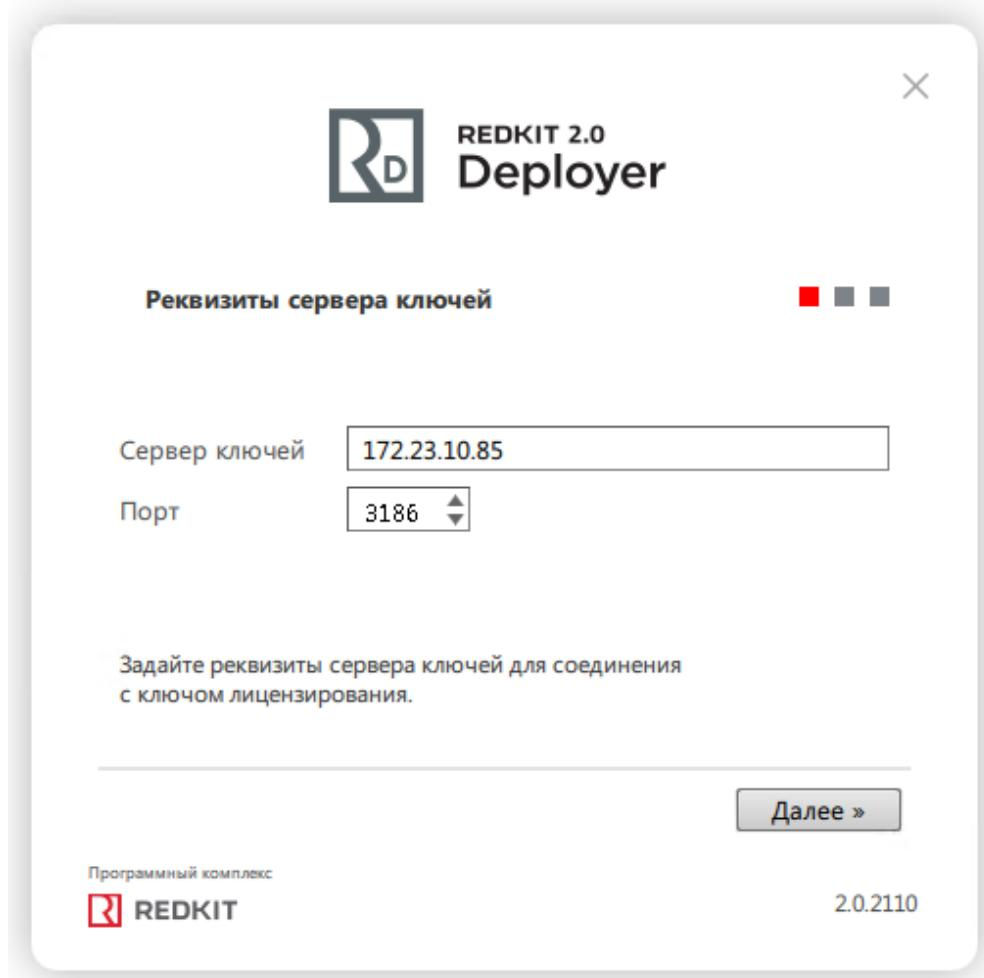

Рисунок 41 - Реквизиты сервера ключей
15. Укажите IP-адрес основного сервера ключей, порт оставьте по умолчанию (Рисунок 41).